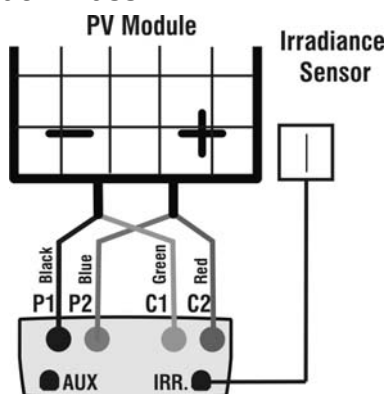

Abb. 12a: Anschluss des Messgerätes an ein PV Modul
14. Schließen Sie, wie in Abb. 12a gezeigt, das Messgerät an das zu prüfende Modul an und beachten Sie, dass der Minuspol des PV Moduls oder des Strings an den P1, C1 Messgeräte-Eingängen und deren Pluspol an den P2, C2 Eingängen angeschlossen werden muss.